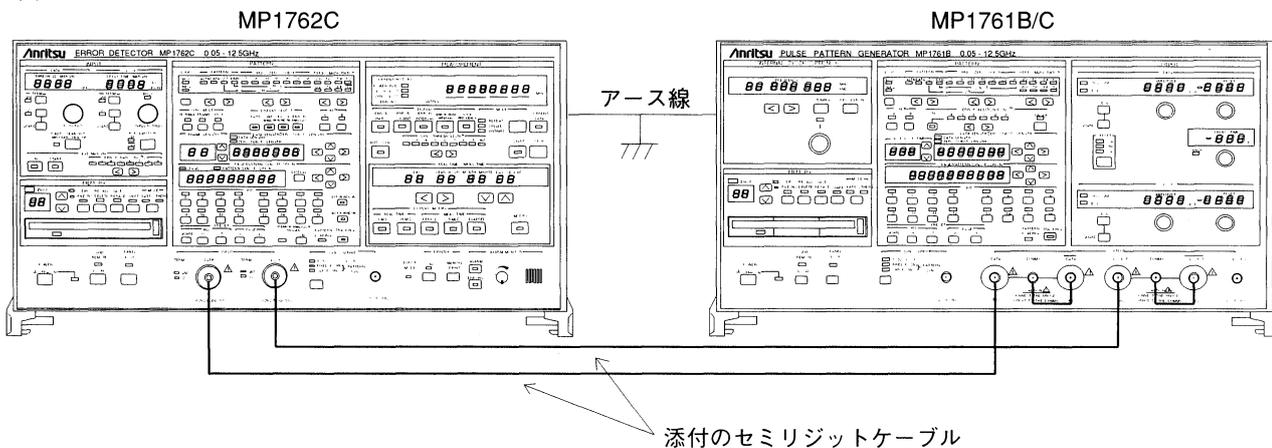

図7-1 MP1761B/CとMP1762Cの接続
- ① 図7-1のように接続します。
- ② MP1761B/CおよびMP1762CともLOCALキーを押しながらPOWERスイッチをONし、イニシャライズの状態にします。MP1761B/CのOUTPUTをONにし、MP1762CのAUTO SYNCキーを押します。
- ③ MP1761B/CのFREQUENCY値を周波数設定ノブで任意に設定します。
- ④ MP1762CのAUTO SEARCHキーを押します。このとき、MP1762Cの表示部のERRORSランプが点灯しないことを確認します。
- ⑤ ③、④の手順をくり返したとき、MP1762Cが正常に動作することを確認します。
接続方法は7.3.1(2)と同様で、図7-1に示します。
- ② MP1761B/CおよびMP1762CともLOCALキーを押しながらPOWERスイッチをONし、イニシャライズの状態にします。MP1761B/CのOUTPUTをONにし、MP1762CのAUTO SYNCをONにします。
- ③ 下記を実効したときERRORSランプが点灯しないことを確認します。ただし、入力クロックと入力データの位相はDELAY TIME値の設定ノブで最適にします。
① 図7-1のように接続します。
② MP1761B/CおよびMP1762CともLOCALキーを押しながらPOWERスイッチをONし、イニシャライズの状態にします。MP1761B/CのOUTPUTをONにし、MP1762CのAUTO SYNCをONにします。
③ 下記を実効したときERRORSランプが点灯しないことを確認します。ただし、入力クロックと入力データの位相はDELAY TIME設定ノブで最適にします。
- ③ MP1762CのAUTO SEARCHキーを押します。
- ④ MP1761B/CとMP1762Cのパターンモードをプログラマブルデータパターンにして下記の設定をします。このとき、ERRORSランプが点灯しないことを確認します。
- ② MP1761B/CおよびMP1762CともLOCALキーを押しながらPOWERスイッチをONし、イニシャライズの状態にします。MP1761B/CのOUTPUTをONにし、周波数を10 GHzに設定します。
- ③ MP1762CのAUTO SYNCをONにし、AUTO SEARCHキーを押します。
- ④ MP1761B/Cのエラー挿入機能をONにします。(エラー挿入：Single)
- ⑤ MP1762Cの測定モードをSINGLE、測定時間を10秒にします。
- ⑥ MP1762CのSTARTキーを押し、GATINGランプ点灯後に、MP1761B/CのERROR ADDITION SINGLEキーを1回押します。